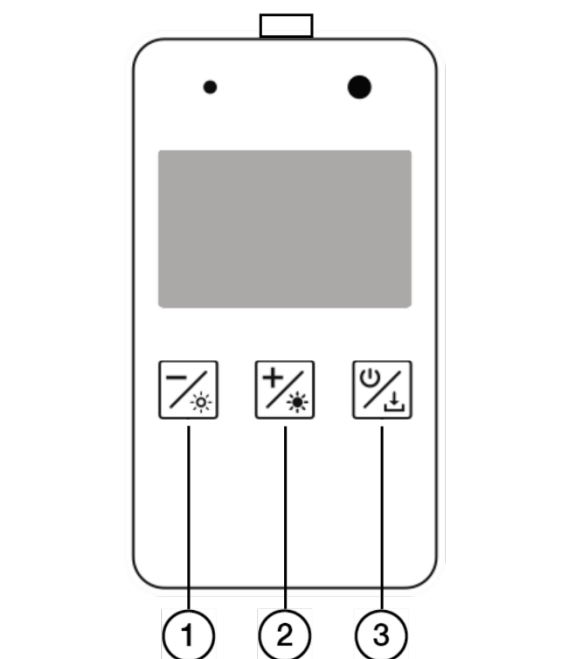

Bild 7
- siehe auch Bild 1 Seite 7 en Bild 7 Seite 17
- siehe auch Bild 7 Seite 17